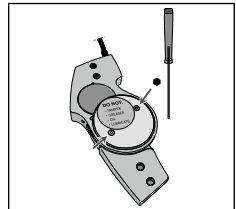

Fig. 4
2. Utilice el destornillador Allen suministrado para aflojar los dos tornillos de la placa de cubierta medial (de acero inoxidable) y retírela (véase la fig. 4).